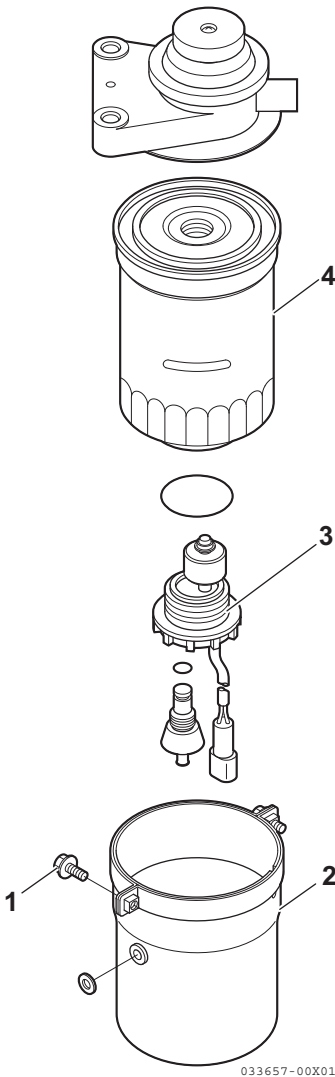
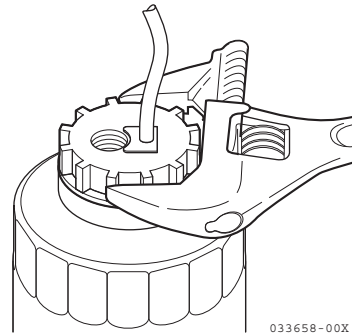

Figura 10
Figura 11
2. Remova os dois parafusos de montagem (**Figura 10, (1)**) e o estojo (**Figura 10, (2)**).
5. Remova o interruptor do alarme (**Figura 10, (3)**) e (**Figura 11**) com uma chave.
6. Remova o elemento do filtro (**Figura 10, (4)**) com uma chave de filtro.